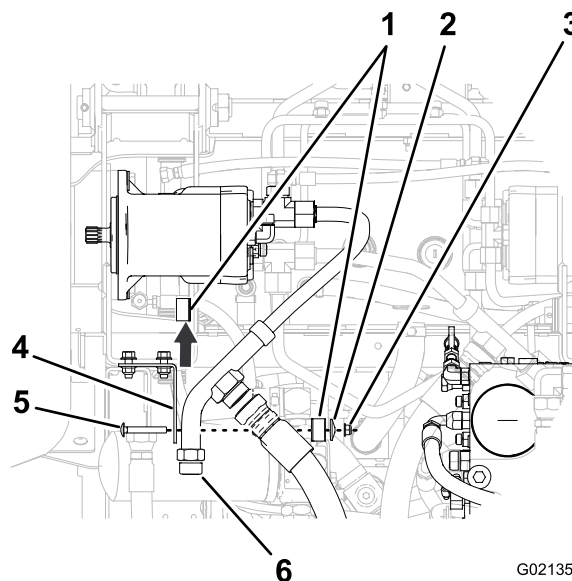

Figura 4
1. Remova o parafuso, a porca e o prato de fixação que fixa as metades da abraçadeira e o tubo divisor à chumaceira de suporte (Figura 4).
2. Remova as metades da abraçadeira (Figura 4).